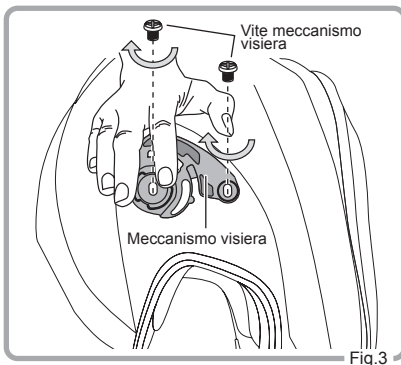

Fig.3
3. Serrare saldamente in senso orario entrambe le viti del meccanismo visiera. Ripetere la stessa procedura per l'altro meccanismo visiera. A questo punto i Meccanismi visiera sono montati (Fig. 3)
2. Flettere la visiera con cautela fino a renderla piatta. Quindi, inserire l'altro lato della lente originale a incastro Pinlock® nei perni eccentrici fino a udire uno scatto e, con cautela, lasciare tornare la visiera alla forma incurvata originale. (Fig 3 e 4) (Segue punto 3 nella pagina successiva)